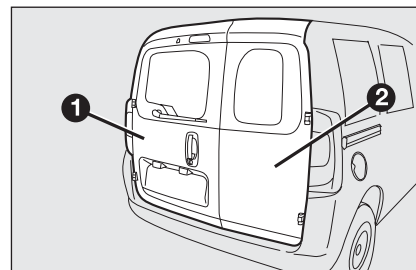

fig. 66
## PORTIÈRES ARRIÈRE À DEUX BATTANTS fig. 66
*Lors de la fermeture, fermer complètement la portière à battant droite 2-fig. 66 et ensuite la portière battant gauche 1-fig. 66. Ne jamais fermer en même temps les deux portières.*